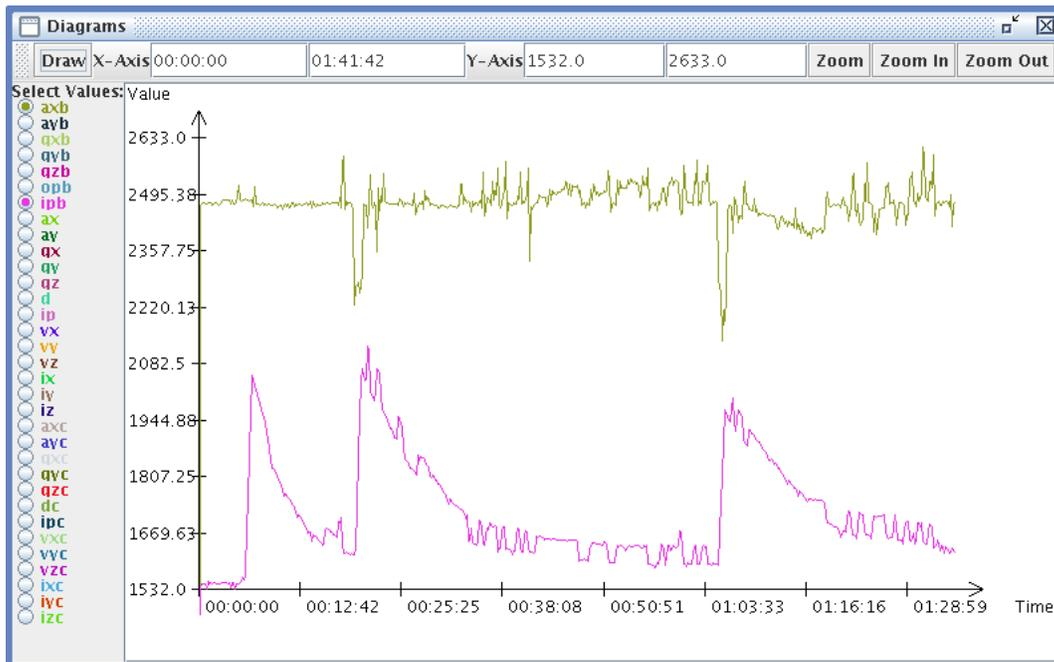

Abbildung 3.35: Anzeige der Navigationswerte in einem Diagramm
- *View Diagrams* Zeigt das Fenster mit dem Diagrammen an (Abbildung 3.35).
- *DiagramFrame* Zeigt ein Fenster, in dem die Sensorwerte graphisch als Diagramme ausgewertet werden können. Es enthält eine Toolbar mit wichtigen Funktionen, wie Zoom, Redraw, und eine Leiste, in der die Daten ausgewählt werden können. (Abbildung 3.35)